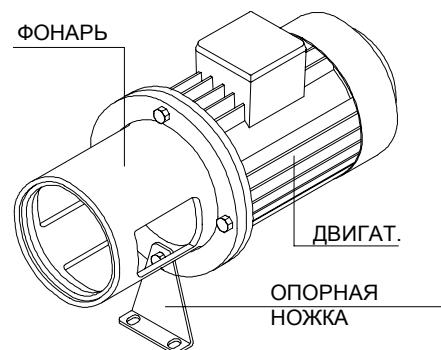
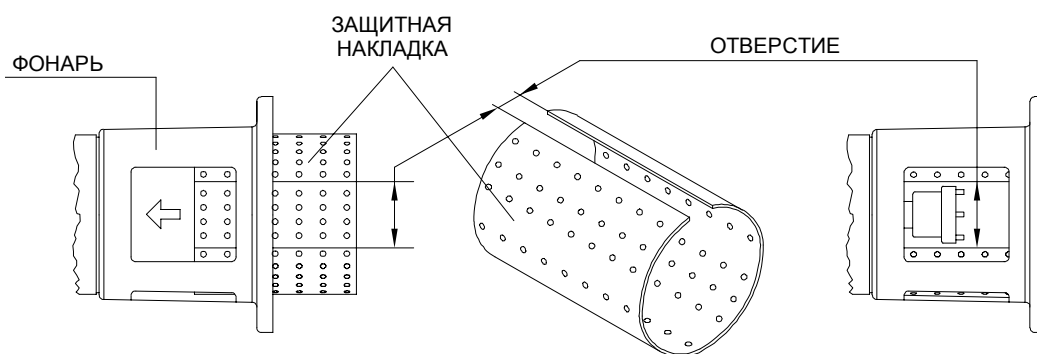

Рис. 6
Рис. 7 - ПОДГОТОВКА К СПАРИВАНИЮ МОНОБЛОЧНОГО ИСПОЛНЕНИЯ
- 2 - Вставить накладку из перфорированной жести внутрь фонаря таким образом, чтобы обеспечить доступ к одному из боковых проемов. Соединить электродвигатель с фонарем насоса, центрируя обе полумуфты, помогая, при необходимости, руками через отверстие фонаря (см. рис. 7), блокируя все болты, включенные в поставку, а также стремясь правильно установить опорную ножку (для насосов, на которых она предусмотрена), (см.рис. 6).